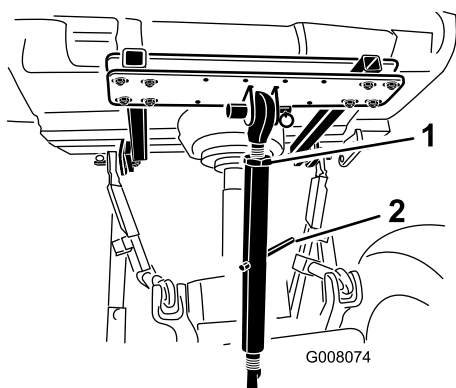

Рисунок 9
7. Поверните регулировочное звено, чтобы затянуть его (Рисунок 9). Не допускайте чрезмерной затяжки, иначе задняя часть аэратора может подняться от земли.
8. Затяните контргайку для фиксации звена на месте (Рисунок 9).